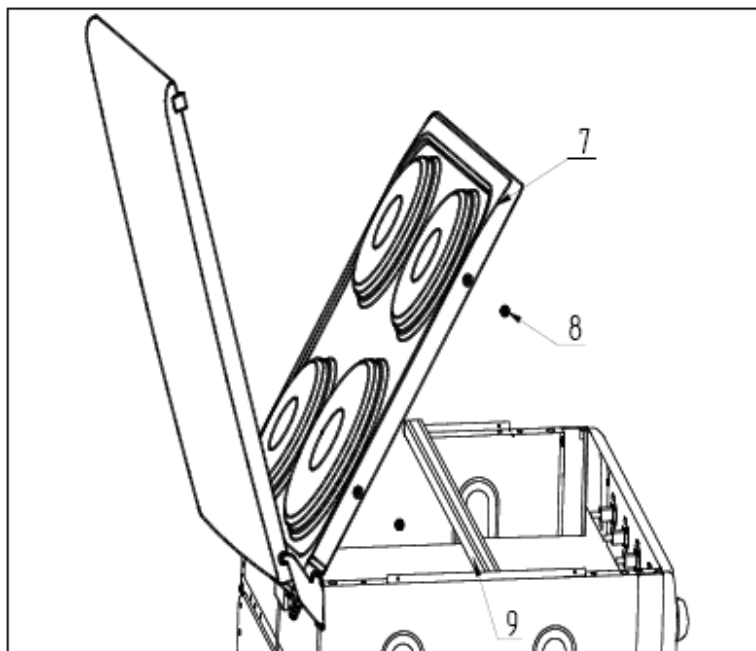

Рисунок 3 - Демонтаж панели конфорочной с крышкой
- отвинтить винты (8) крепления панели конфорочной к плите (см. рис.3);
- приподнять панель конфорочную (7);
- отвинтить винт, крепящий полку (9), придерживая гайку;
- отвинтить винт, крепящий полку (9) со второй стороны;
- поднять крышку и панель конфорочную (рис.3);
- открыть панель конфорочную с крышкой (см. рис.3)